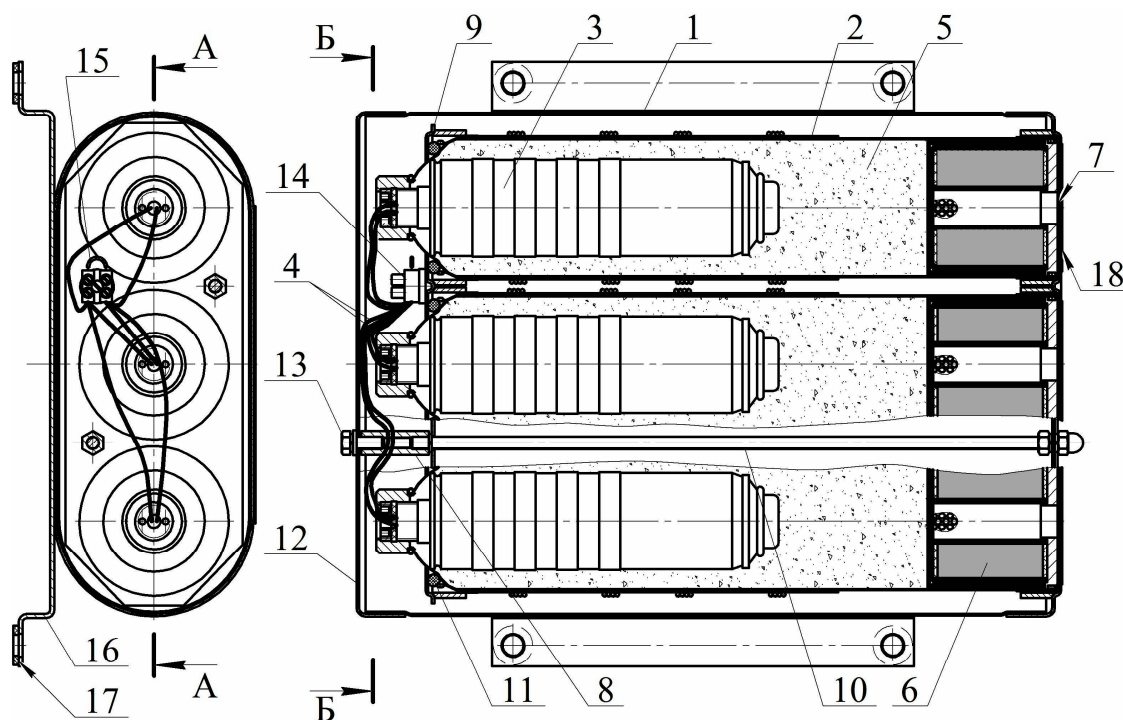

Рисунок 1
4.1.1 ГППТ (см. рисунок 1) состоит из корпуса **1**, в котором размещены три сменных картриджа **2**, содержащих газогенерирующий элемент **3** с элементом электропусковым **4**. Свободный объем корпуса картриджами **2** заполнен таблетками охладителя **5**. Для очистки огнетушащего газового вещества от механических примесей в каждом картридже установлен фильтр-сепаратор **6**. Выходное отверстие фильтра-сепаратора заглушено самоклеющейся пленкой ПВХ **7**. В верхней части корпуса **1** картриджи при помощи гаек **8** поджаты крышкой **9**. Соединение корпуса **1** с крышкой **9** производится шпильками **10**. Для компенсации воздействия вибрации между картриджами **2** и крышкой **9** установлены резиновые кольца **11**. Сверху ГППТ закрыт крышкой **12**, которая закреплена болтами **13**, соединенными с гайками **8**. Оголенные концы проводов элементов электропусковых **4**,
6.1 Извлечь ГППТ из упаковки, произвести визуальный осмотр целостности корпуса. Снять крышку **12** (см. рисунок 1), открутив болты **13**. Проверить качество крепления оголенных концов проводов элементов электропусковых **4** в соединительной коробке **14**.
7.1 Один раз в месяц внешним осмотром проверяется целостность корпуса ГППТ, надежность соединения проводов элементов электропусковых **4** (см. рисунок 1) с проводами цепи запуска ГППТ в соединительной коробке **14**, а также отсутствие обрывов проводов цепи запуска, внешних повреждений их изоляции и мест соединений. При ослабленной затяжке крепления ГППТ произвести подтяжку.
- отстыковать от несущей поверхности ГГПТ, снять с ГГПТ крышку **12** (см. рисунок 1), отсоединить пусковой кабель и перенести генератор в комнату сборки;